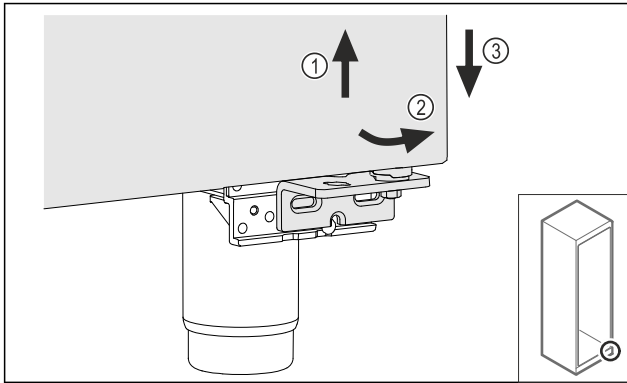

Fig. 16
- ▶ Nosta ovea hieman Fig. 16 (1), kallista alhaalta eteenpäin Fig. 16 (2) ja laske alas Fig. 16 (3).